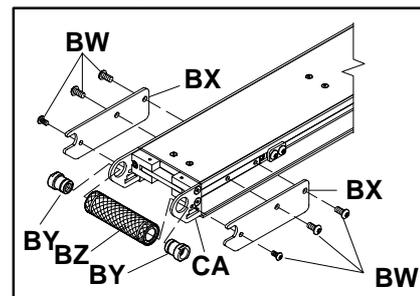
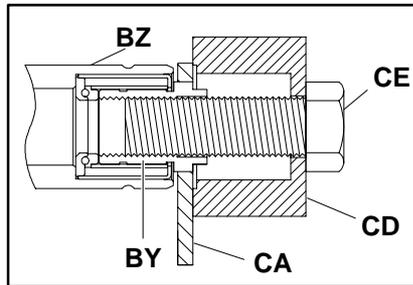

Figure 22: Remarques sur le remplacement de la poulie arrière (la poulie de rechange est moletée, comme cela est indiqué)
Figure 24
Retirez les vis de la plaque de jonction (BW de la figure 22) et les plaques de jonction (BX) de chaque côté du convoyeur.
Mettre en place l'outil d'extraction (CD de la figure 24), numéro de pièce ☆25-09, sur l'entretoise de maintien (BY de la figure 22).
Insérez la visse filetée spéciale (CE de la figure 24), numéro ☆906-278, au dessus de l'extracteur du palier (CD) et dans l'entretoise de retenue (BY).
Reportez-vous à la figure 22, et procédez de la manière suivante:
Insérez la poulie (BZ de la figure 22) entre les pattes de maintien (CA).
Fixez les plaques de jonction (BX de la figure 22) au convoyeur à l'aide des vis de